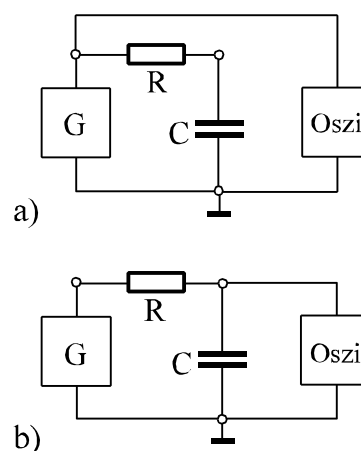

Abb.8: Schaltung für die Messungen am RC-Glied für: a) Eingangsspannung U_e , b) Ausgangsspannung U_a
3.2 und **3.3** Die RC-Glieder werden entsprechend Abb.8 auf einer Steckplatte aufgebaut. Der Funktionsgenerator liefert eine sinusförmige (für 3.2) bzw. rechteckförmige (für 3.3) Wechselspannung. Mit dem Oszilloskop wird die Größe bzw. der zeitliche Verlauf der Wechselspannung gemessen.